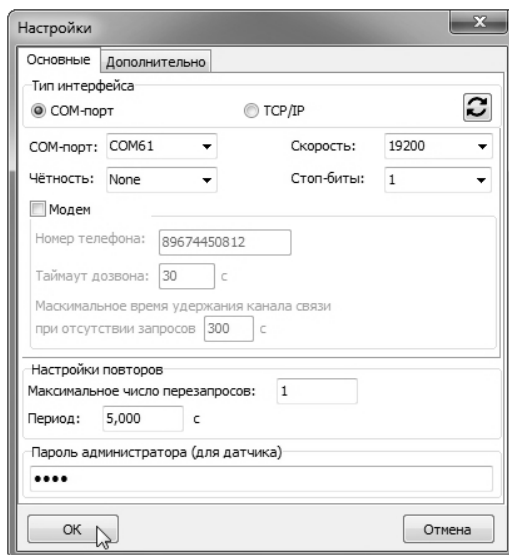

Рисунок 15 – Окно «Настройки»
3.11.3 В программе «Настройка датчиков и вторичных приборов» выбрать пункт главного меню «Опции» → «Настройки», либо нажать клавишу «F9» на клавиатуре. На экране появится окно «Настройки» (рисунок 15).